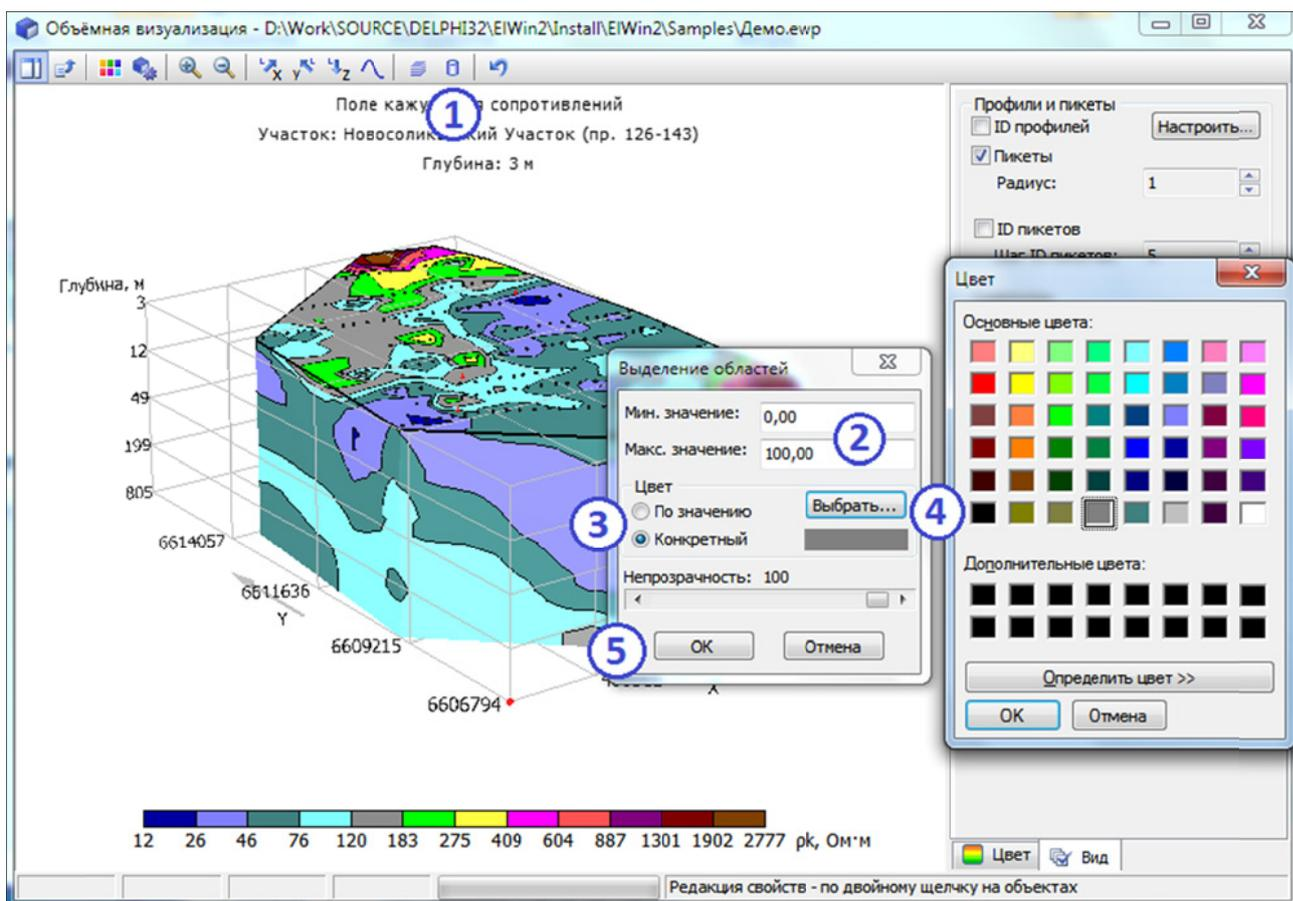

Рис. 5.5.4. Выделение областей для заданного диапазона значений сопротивлений
- строить срезы (рис. 5.5.4);
- нажмите кнопку *Работа с областями* на панели инструментов (рис. 5.5.4, цифра 1);